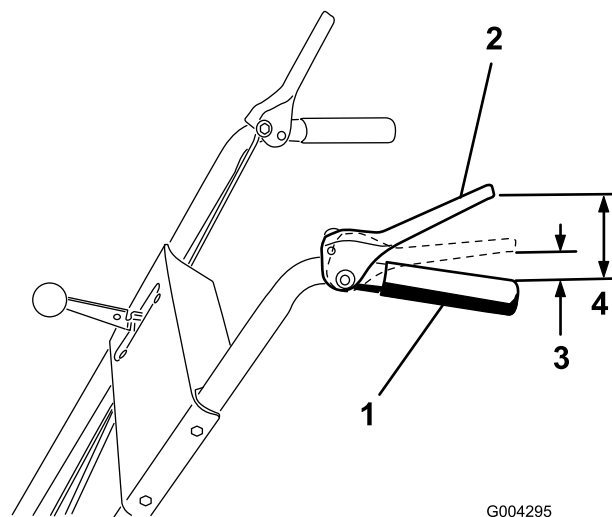

Figure 7
- Déplacez les deux écrous à embase en haut ou en bas sur la tige de commande de déplacement jusqu'à ce que le haut de la poignée soit à environ 11,4 cm (4-1/2") du bas du levier de commande de déplacement comme illustré à la Figure 7.
Remarque: Le réglage est correct si les roues cessent de tourner en arrière quand 3 à 5 cm (1 à 2") séparent le haut de la poignée et le bas de la manette de commande de déplacement comme illustré à la Figure 7.